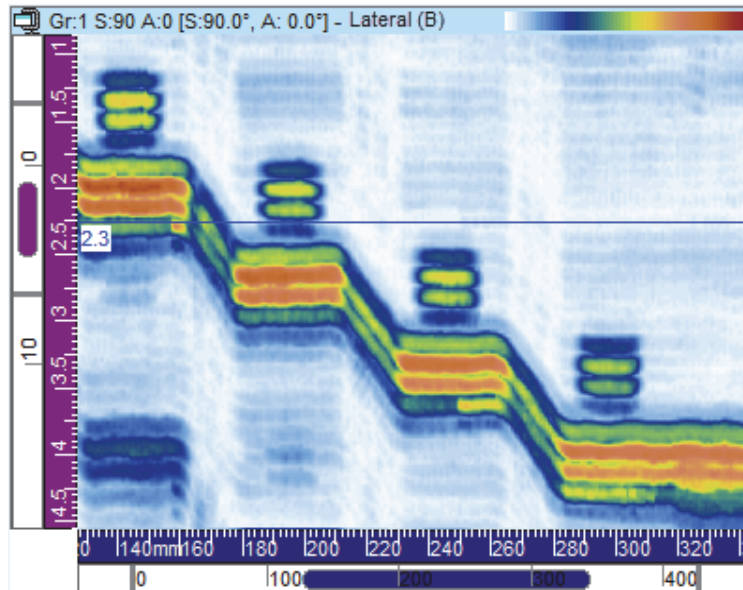

Figura 3-22 Ejemplo de vista lateral (B)
La vista lateral (B) [ver Figura 3-22 en la página 87] es una representación gráfica bidimensional de los datos registrados. Uno de los ejes es el eje de escaneo y el otro la trayectoria del ultrasonido (Ultrason.) no corregida. La posición de los datos mostrados está relacionada con las posiciones del codificador durante la adquisición.